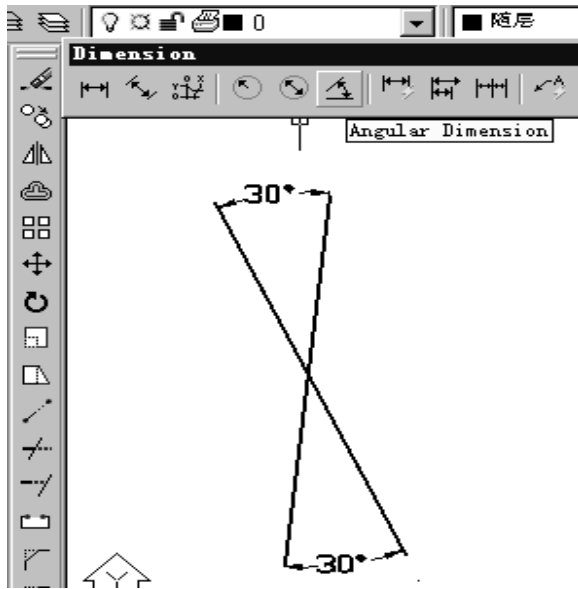

图 1-9 绘制标注的交叉线
- (1) 用 Draw (绘图)工具栏的 Line(线)，画出两根交叉的直线。
- (2) 单击 Angular(角度)。
- (3) 选择第一角边线。
- (4) 选择第二角边线，回车，绘制结果如图 1-9 所示。